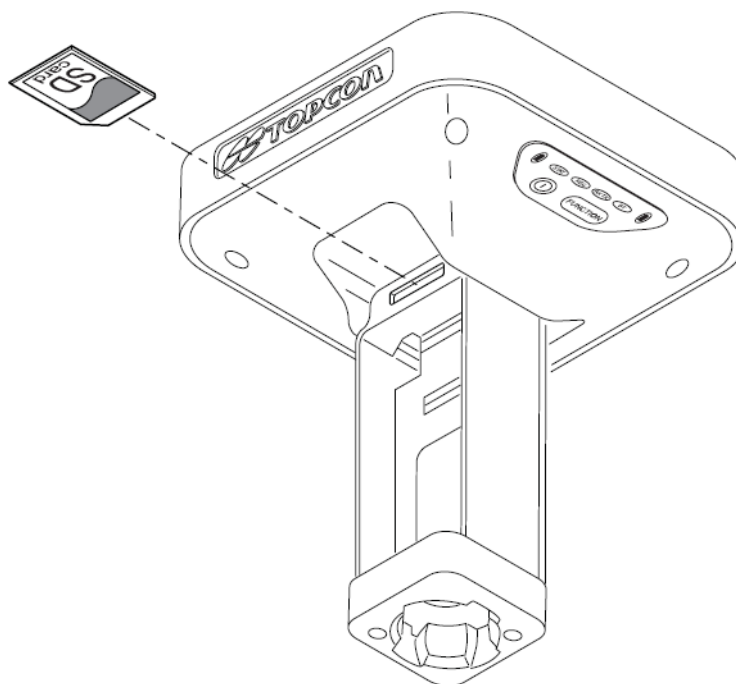

Рисунок 2-6. Установка карты SD
**Для установки SD карты (см. рис. 2-6):**